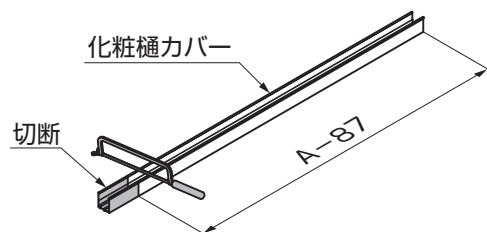
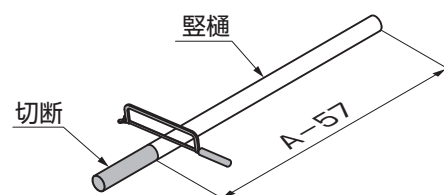

図11-46
図11-47
- ② 実測値を基に化粧樋カバー、豎樋を加工してください。（図11-46、図11-47参照）
(3) 化粧樋カバー、豎樋の取付け